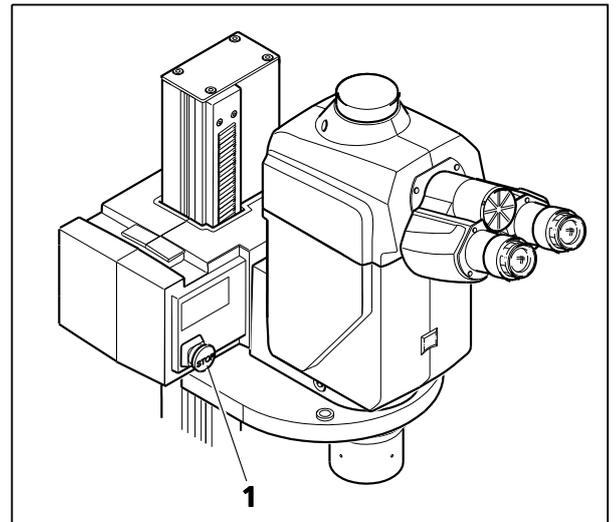

Fig. 28 Bouton STOP
- Appuyer sur le bouton STOP (Fig. 28/1) pour éteindre la commande de mise au point. Selon la commande de mise au point utilisée, le bouton STOP se trouve sur le côté droit ou gauche de celle-ci.
- Arrêter la commande de mise au point avec le bouton STOP (Fig. 28/1) si nécessaire (selon la version de la commande de mise au point, le bouton STOP se trouve à droite ou à gauche).